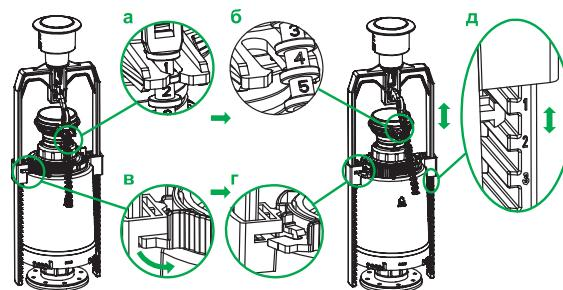

Рис. 10 / 10-сур.
3. Отсоедините стержень (тягу коромысла) от трубы перелива (рис. 10а, б).
4. Поверните фиксатор коромысла против часовой стрелки на 15° (рис. 10в, г) и установите необходимую высоту коромысла (рис. 10д), чтобы при установленной крышке бачка кнопка спуска могла сделать 2–5 оборотов по часовой стрелке.